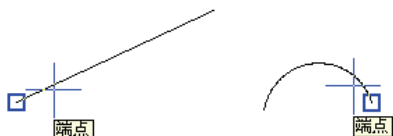

图 1-51 捕捉端点
(3) 对象捕捉模式
① 端点 (ENDpoint)：捕捉直线、圆弧、多段线、填充直线、填充多边形等端点，拾取点靠近哪个端点，即捕捉该端点，如图 1-51 所示。